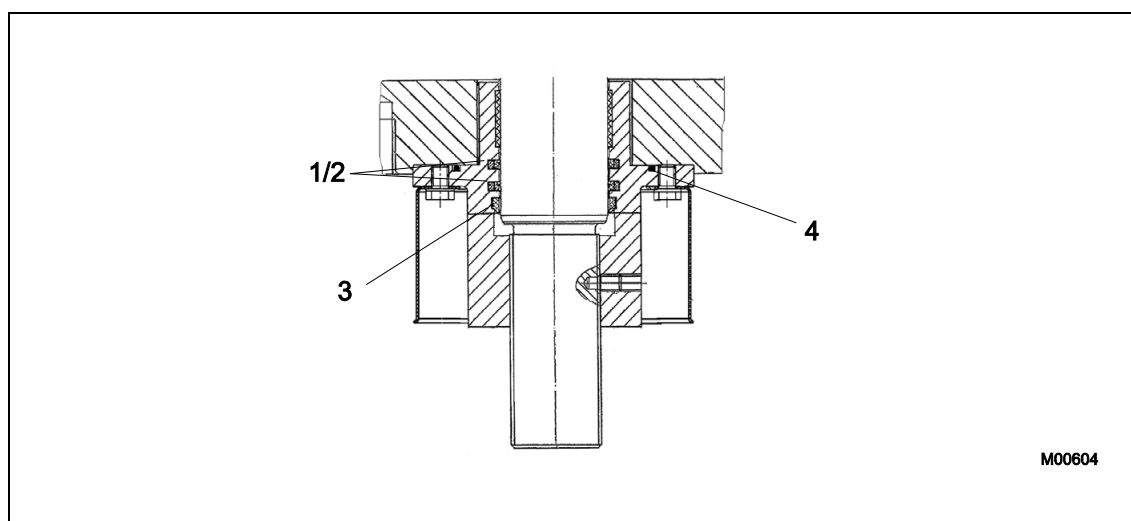

Рис. 13: схема уплотнения шатуна (поз. 4 отсутствует в RSDE10 / RSDE20)
- Интервалы замены уплотнения штока (см. Рис. 13/1), соответствующего уплотнительного кольца (см. Рис. 13/2); маслосъёмника (см. Рис. 13/3) и (фланцевого) кольцевого уплотнения (см. Рис. 13/4) следует интерполировать в пределах значений, указанных в таблице.